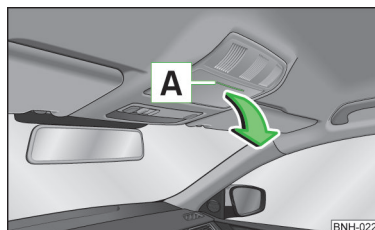

Abb. 68
- Auf den Deckel des Brillenfachs im Bereich **A** » Abb. 68 drücken.
» Abb. 68, bis er hörbar einrastet.